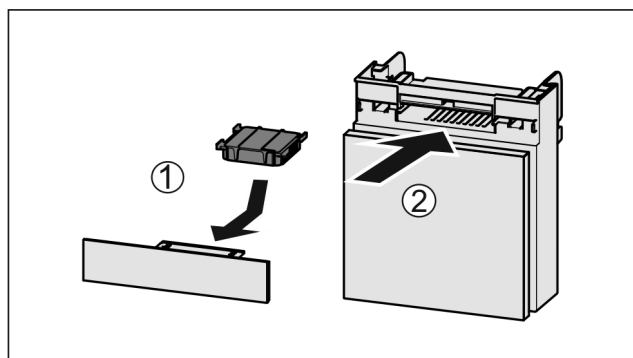

Fig. 129
- ▶ Aktivni ogljeni filter vstavite Fig. 129 (1) skladno s prikazom na sliki.
- ▶ Predal potisnite noter Fig. 129 (2).